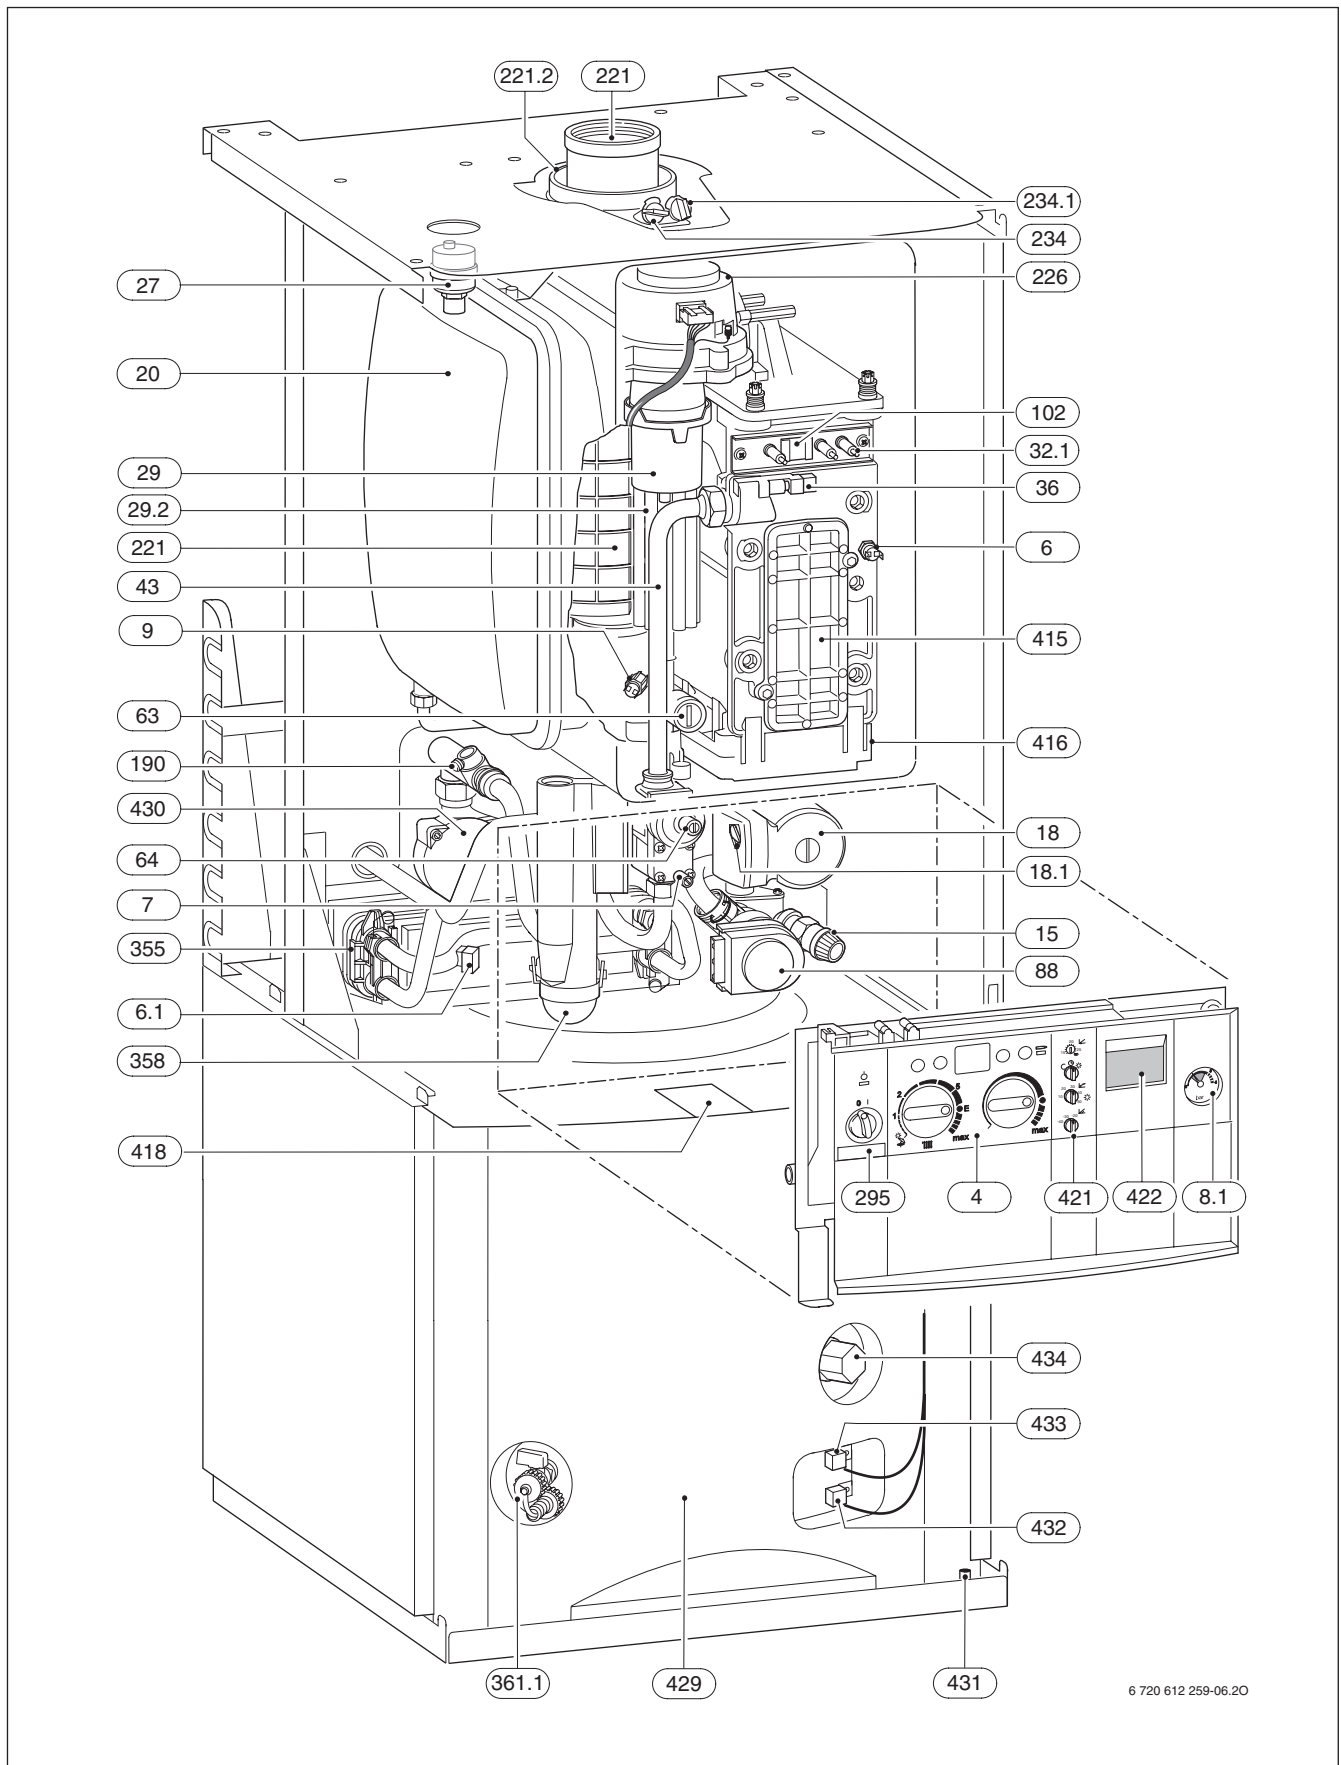

Bild 4
Das Typschild (418) befindet sich vorne oben auf dem Speicher des Gerätes (→ Bild 4, Seite 10).
Legende zu Bild 4: